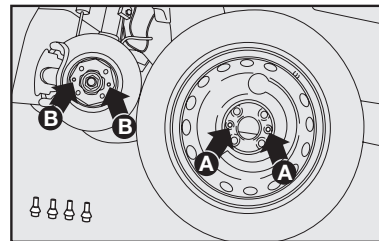

fig. 7
- Monte la rueda de repuesto, de manera que los tornillos **B-fig. 7** coincidan con los orificios **A-fig. 7**.